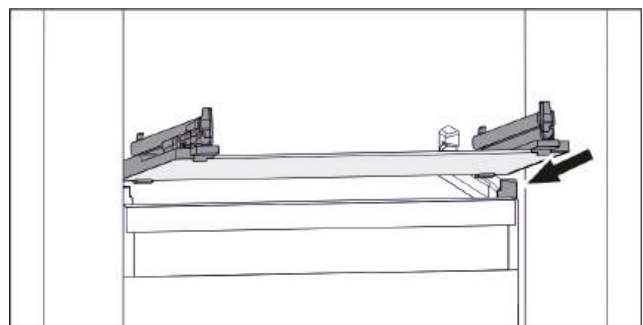

Fig. 89 Beispielhafte Darstellung der Glasplatte
- Glasplatte schräg hinter den Stoppern aufsetzen. (siehe Fig. 89)